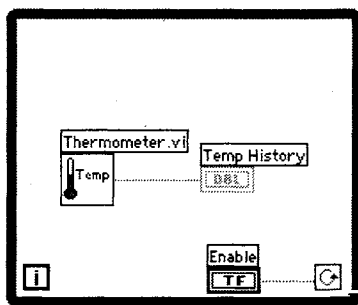

Рис. 8.8
5. Поскольку сенсорное устройство измеряет комнатную температуру (в единицах шкалы Фаренгейта), вам следует изменить масштаб развертки осциллограммы, чтобы увидеть величину температуры (в противном случае ее значения окажутся за пределами графика). Используя инструмент ввода текста (A), дважды щелкните мышью по отметке «10.0» вертикальной шкалы осциллограммы и напечатайте 90. После этого щелкните мышью за пределами области текста. Щелчок вводит значение. Можно также нажать кнопку **Ввод** на панели инструментов, чтобы ввести изменения в масштаб. Аналогичным образом измените значение «0.0» на 70.
6. Откройте окно блок-диаграммы и постройте диаграмму, как показано на рис. 8.8.
10. Соедините элементы на блок-диаграмме, как показано на рис. 8.8.